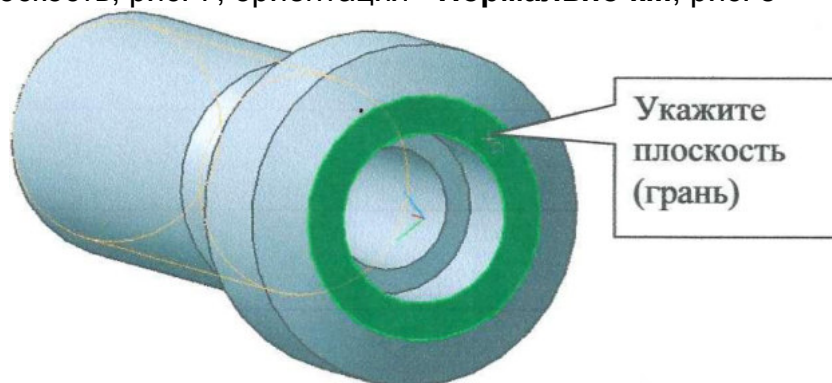
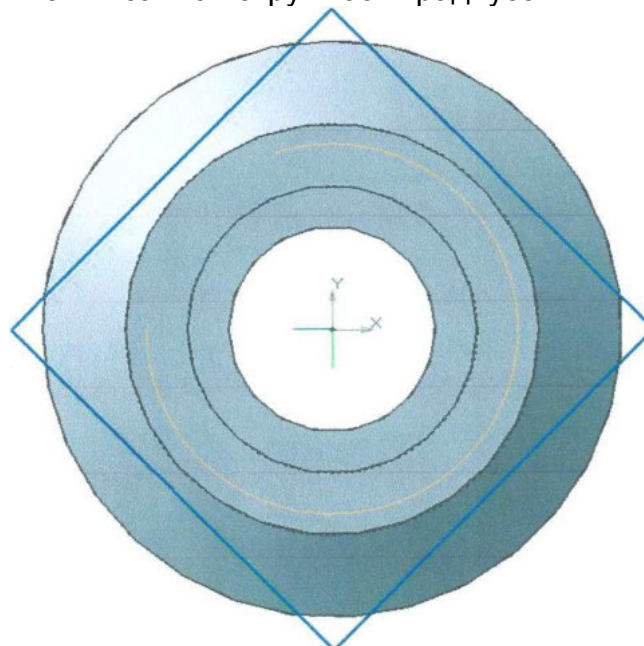

Рис. 7
Рис. 8
3. Для выполнения призматической поверхности укажите курсором правую торцевую плоскость, рис. 7, ориентация - **Нормально к...**, рис. 8
Нажатием кнопки **Эскиз**  перейдите в режим редактирования эскиза и постройте квадрат по вписанной окружности радиусом 11 мм и углом 45°, рис.8.